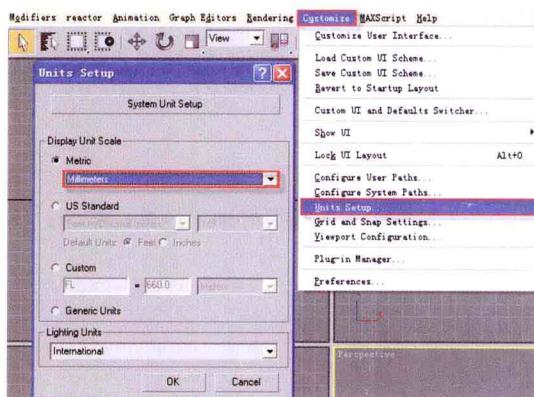

图1-1
① 在制作尺寸要求比较严格的物体时,首先需要在3ds Max中设定好单位。启动3ds Max 9软件,执行菜单栏上的Customize(自定义)>Units Setup(单位设置)命令,弹出Units Setup(单位设置)对话框,将Display Units Scale(显示单位比例)设置为Millimeters(mm),如图1-1所示。